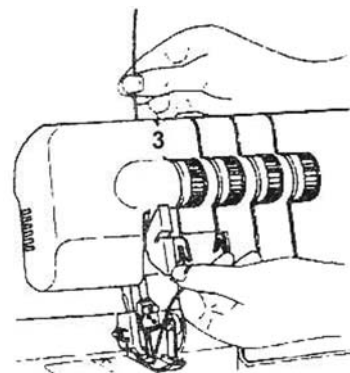

Fig. 31
3. Tenez le fil avec les doigts, guidez-le entre les disques du sélecteur de tension du fil ❶ et tirez-le ensuite vers le bas (3) (Fig. 31).
❶ **Remarque :**